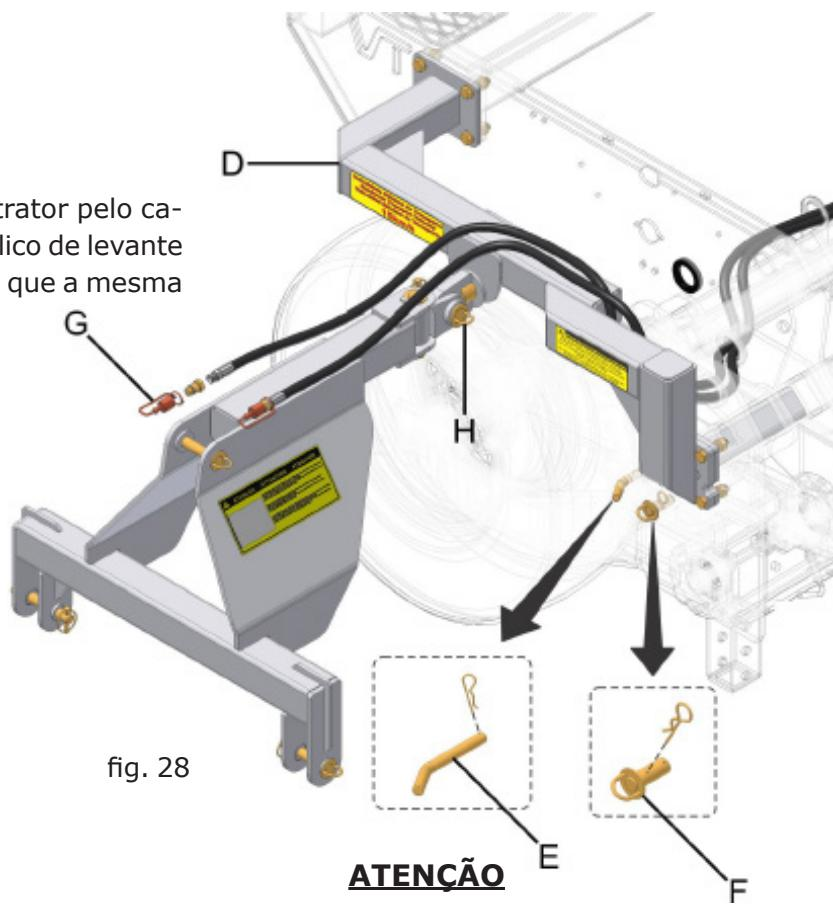

fig. 28
Não acione o cilindro de levante quando o rodado estiver travado com o pino (F) (fig. 28).